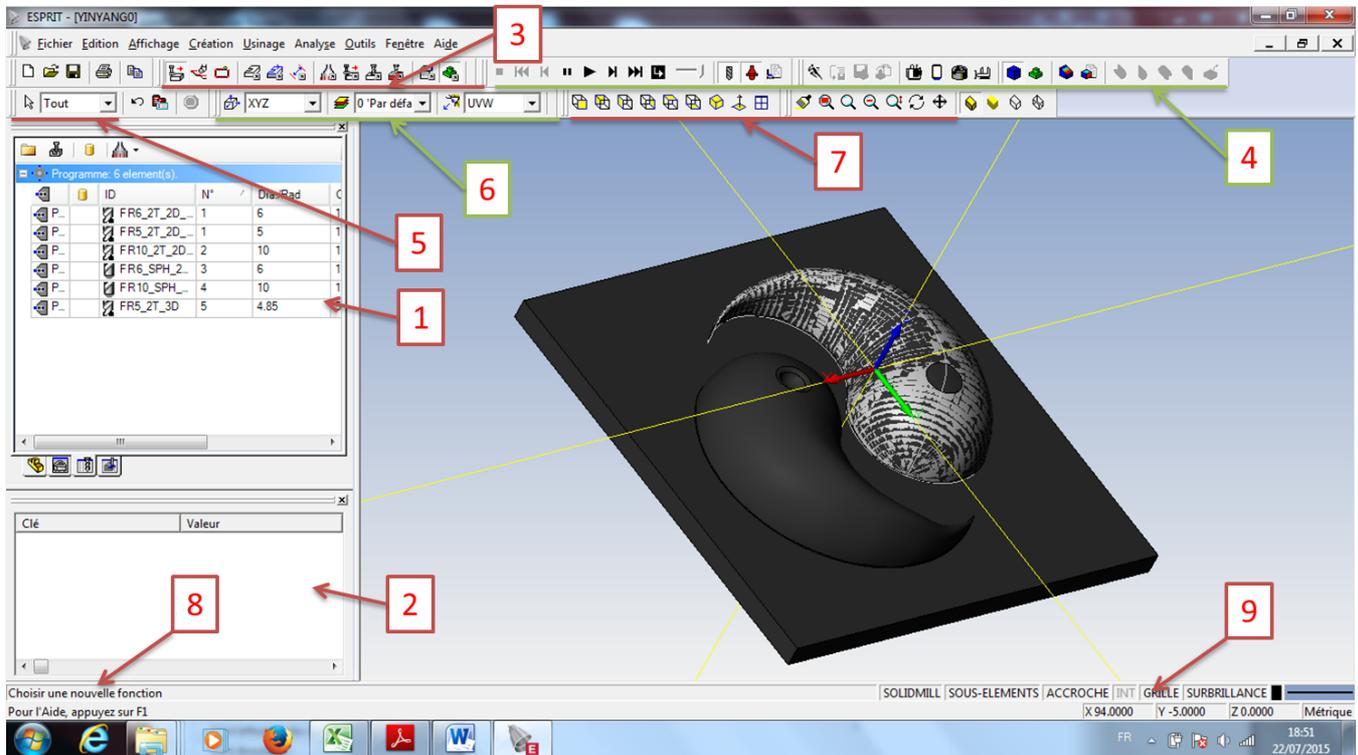
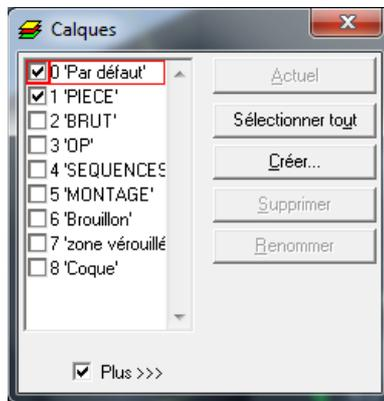

Fig 1: Exemple d'environnement de travail d'esprit2016
Fig 2: Fenêtre des Calques
Un exemple de configuration de l'environnement de travail d'esprit2016 est donné sur la Figure 1.
- Activer les options en bas à droite (9 sur la figure 1) :
- SmartToolbar « Basculer vers SolidMill » activée (3 sur Fig1).
- SmartToolbar Simulation (3 sur Fig1) -> Paramètres (4 sur Fig1) -> Détection de collision -> Complet
- SmartToolbar Simulation (3 sur Fig1) -> Paramètres (4 sur Fig1) -> Type de simulation -> Complet (Tolérance 0.1)
Les calques (6 sur Fig1) permettent une meilleure lisibilité. En appuyant sur l'icône « Calques », la fenêtre des calques apparaît (Fig 2). On peut choisir les éléments que l'on souhaite visibles sur la fenêtre de visualisation ainsi que le calque actif (encadré de rouge). Vous pouvez ainsi faire apparaître le « montage » d'usinage, une « zone verrouillée » correspondant au volume occupé par un autre montage d'usinage sur la machine considérée.
Le repère de travail (6 sur Fig1) permet de modifier l'orientation de l'axe de l'outil par rapport à la pièce. En fraisage 3 axes, toujours utiliser XYZ avec Z direction de la broche.
L'interface de communication (8 sur Fig1) vous demande de sélectionner un élément : Sélectionner la Face à usiner « Face### »
- Suivre les indications de l'interface de communication (8 sur Fig 1). L'idée est de parcourir le contour en cliquant point – arc point arc ... dans le sens du parcours jusqu'à obtenir une séquence fermée. Une deuxième méthode serait de sélectionner les 4 segments (avec CTRL) et utiliser l'icône « séquence automatique ». Cette deuxième méthode est à utiliser sans l'icône sous-élément.